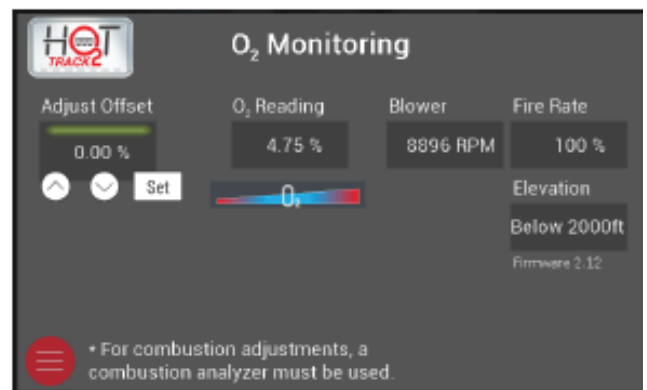

Figure 88. Écran de surveillance O₂
3. **Harnais** - Il y a deux (2) harnais pour le système de surveillance de l'O₂ reliant les composants O₂ aux composants de la chaudière. Voir la **Figure 88** pour le schéma de câblage.
Cette page est accessible à partir du bouton de menu. Voir la Figure 88.
Il y a deux (2) harnais pour le système de surveillance de l'O₂. Voir la Figure 88.